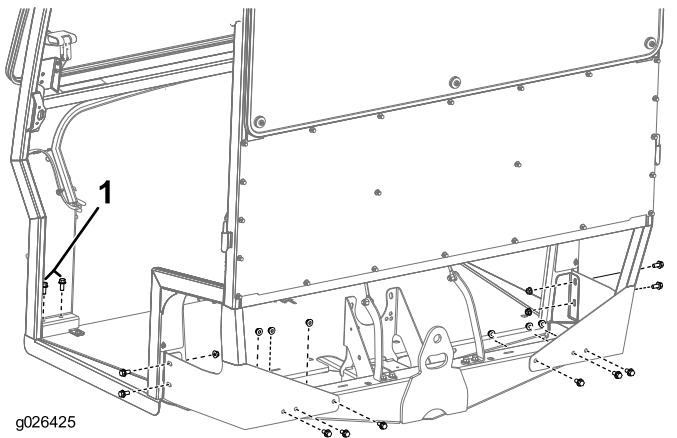

Figure 6
2. Fixez le cadre sur la machine à l'aide de 10 boulons (3/8 x 3/4 po), 10 écrous (3/8 po) et 4 boulons (3/8 x 7/8 po), comme montré à la Figure 6.